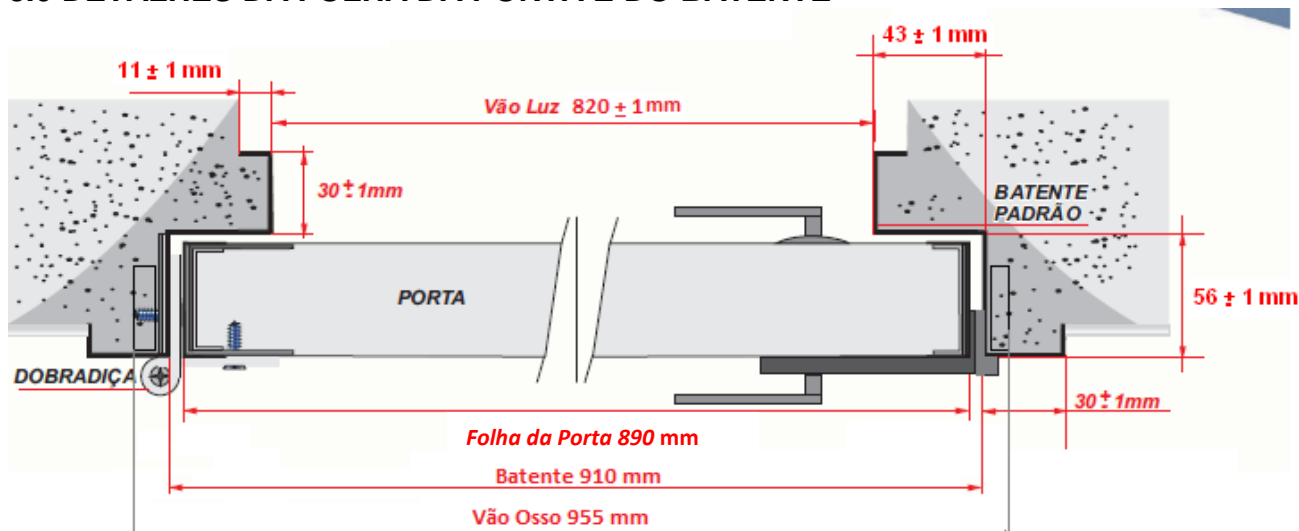
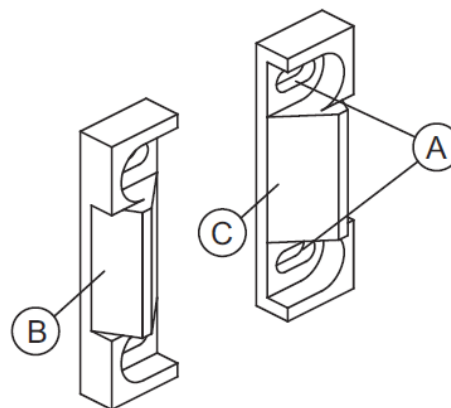

Figura 9 – Detalhe do batente e da porta (89cm) instalada na alvenaria.
Figura 17 – Lados de apoio da fechadura.
9.3.1 Colocar o reverso do marco de modo que o seu centro coincida com o centro da maçaneta. O reverso possui dois lados do apoio (B e C ver figura 17), utilize aquele que melhor se adaptar ao batente. Caso ser necessário, utilizar os suplementos proporcionados. O reverso possui duas corredeiras para o ajuste com a maçaneta. Ver figura 9, detalhe A.